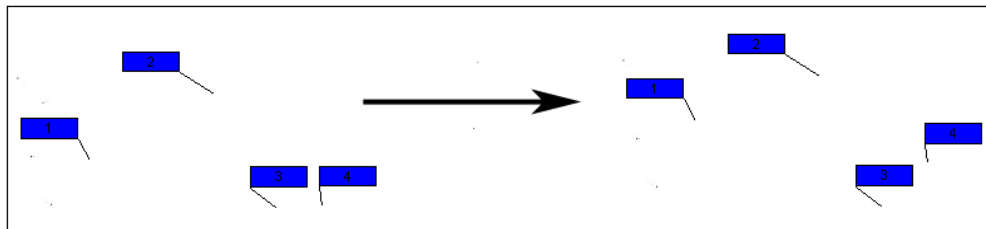

Рисунок 317
Для равномерного распределения выносок по и вертикали (рисунок 317):
2) Выберите инструмент **Распределить по вертикали** . Выноски равномерно распределятся по вертикали (рисунок 317).